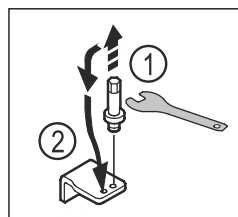

Fig. 19
- ▶ Dévisser l'axe du support de palier inférieur avec une clé mâle coudée pour vis à six pans creux de 5. Fig. 19 (1)
- ▶ Placer l'axe du côté opposé. *Fig. 19 (2)*